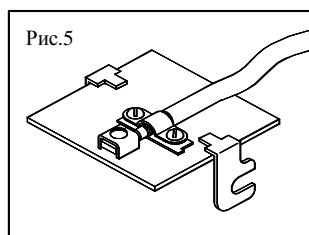

Рис. 5
- 5.5. Вставить один конец разделанного кабеля в центральное отверстие корпуса монтажной коробки и зафиксировать на усилителе или плате согласования согласно рис.5.